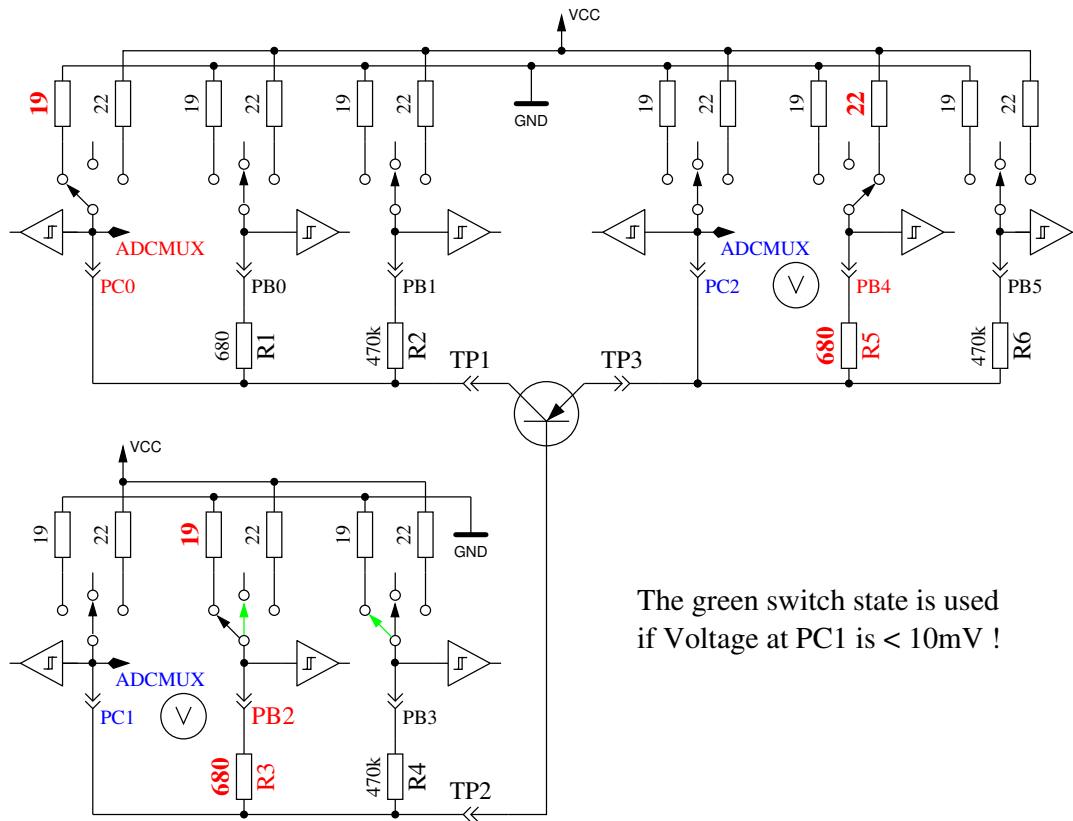

Abbildung 4.3: hFE Messung eines PNP Transistors in Kollektor-Schaltung
Zuerst wird der Stromverstärkungsfaktor in der Kollektor-Schaltung (Emitter-Folger) für den angenommenen PNP Transistor gemessen. Die Meßsituation wird in Abbildung 4.3 gezeigt. Wenn die gemessene Basis-Spannung (UB) über 9mV mit dem 680Ω Widerstand liegt, wird die Stromverstärkung hFE berechnet mit $hFE = \frac{UE-UB}{UB}$. Die Spannung UE ist die Differenz der Emitter-Spannung zu VCC. Die Differenz des 22Ω und 19Ω Widerstandes wird nicht berücksichtigt. Wenn die UB Spannung unter 10mV liegt, wird die Messung mit dem $470k\Omega$ Widerstand an der Basis gemacht. Für diesen Fall wird der Stromverstärkungsfaktor mit $hFE = \frac{UE \cdot 470000}{UB \cdot (680 + 22)}$ gebildet. Weil der Stromverstärkungsfaktor für Darlington-Transistoren sehr hoch werden kann, wird der Faktor auf 65535 ($2^{16} - 1$) limitiert.